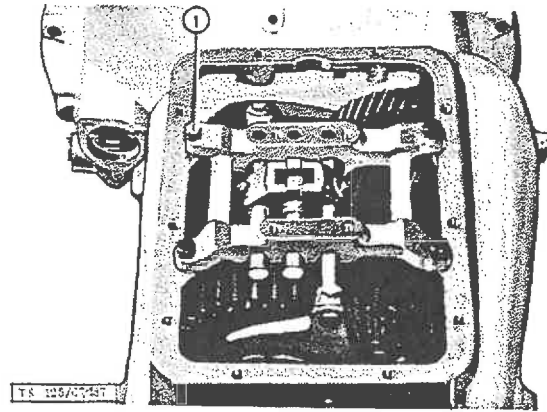

BILD 23: Schaltstangenträger montiert
15. Den zusammengebauten Schaltstangen-träger (Bild 23) in das Getriebe einbauen. Passschraube (23/1) beachten! Nach dem Zusammenbau schalte man, der Reihe nach sämtliche Gänge ein und kontrolliere, ob sich das Getriebe frei drehen läßt.